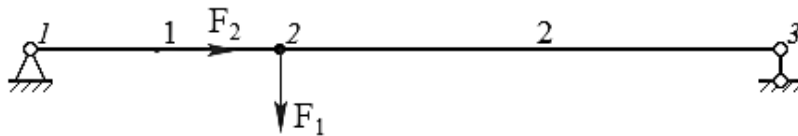

Рис. 5.6 – Схема балки (стержня) к заданию 6
6. Дана балка (стержень) с шарнирно-неподвижной и шарнирно-подвижной опорами (см. рис. 5.6). К конструкции нагружена двумя сосредоточенными силами:  $F_1 = 7$ , кН, направленная перпендикулярно к продольной оси балки, а также  $F_2 = 5$ , кН, направленная вдоль оси балки и приложена в середине участка 1-2. Длины участков балки:  $l_{12} = 1$  м,  $l_{23} = 3$  м. Определить числовые значения реакций, возникающих в шарнирных опорах.